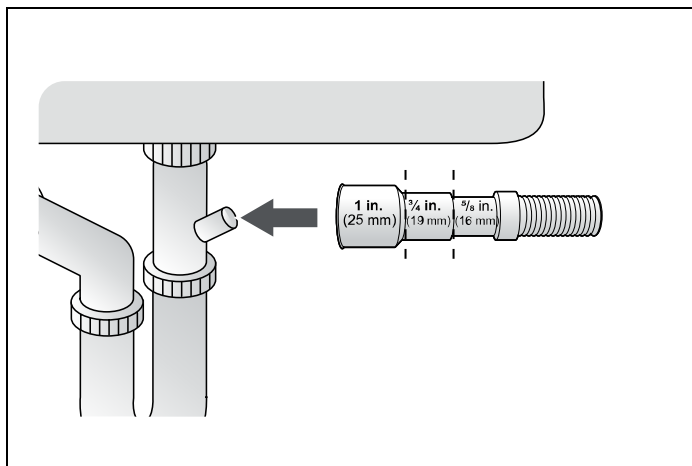

Fig. 18
- 3) Compruebe el tamaño del conector de la manguera de desagüe del fregadero. Si es necesario, corte la manguera de desagüe para que su extremo encaje en el conector del fregadero (5/8", 3/4" o 1" - como se muestra en Fig. 18 ). Si el extremo de la manguera de desagüe no encaja en el conector de la manguera de desagüe del fregadero, utilice un adaptador que puede adquirir en una tienda de suministros de fontanería/ferretería.